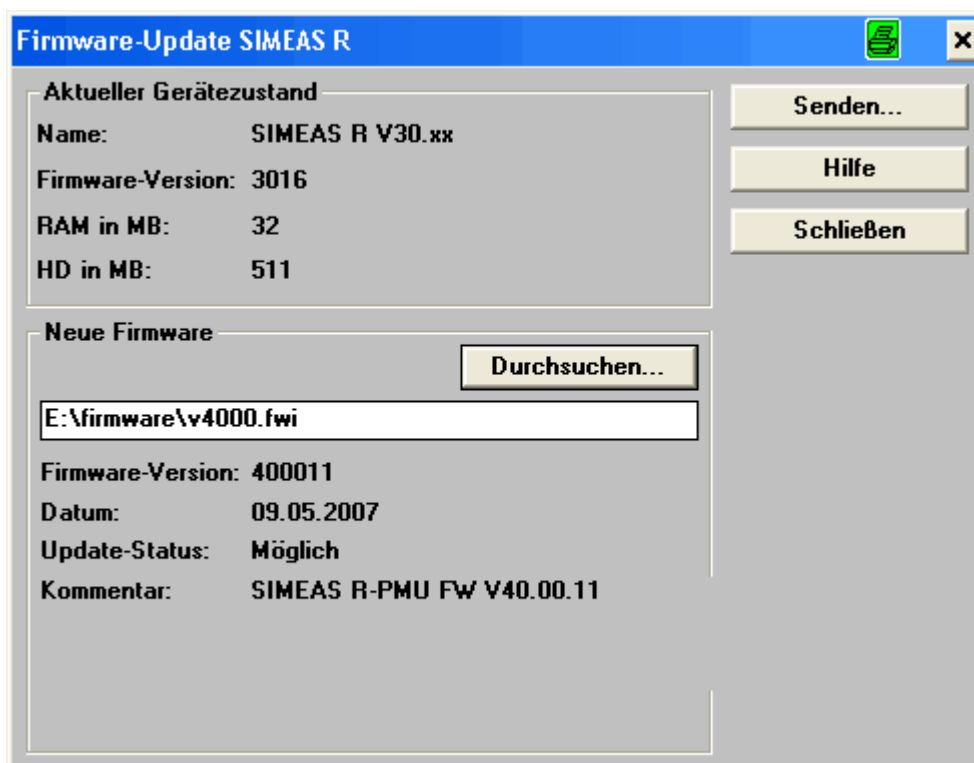

Abbildung 4: Dialog Firmware-Update
7. Gehen Sie in den Fensterbereich "Neue Firmware" und wählen Sie durch Betätigen des Funktionsknopfes **Durchsuchen...** die fwi-Datei aus dem Verzeichnis "firmware" Ihrer Upgrade-CD (siehe Abbildung 4).